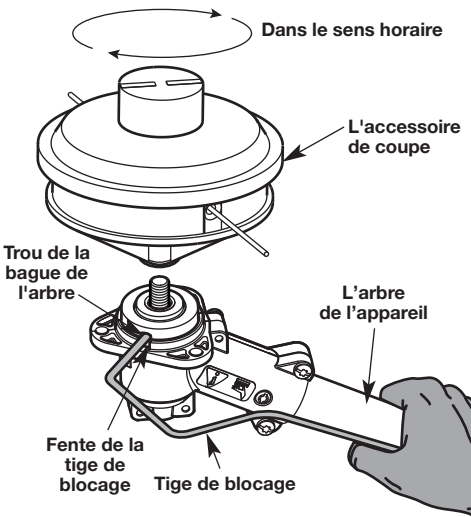

Fig. 8
- En tenant la tige de verrouillage, retirez l'accessoire de la tête de coupe en la dévissant dans le sens horaire (Fig. 8). Rangez l'accessoire de la tête de coupe pour une utilisation ultérieure.